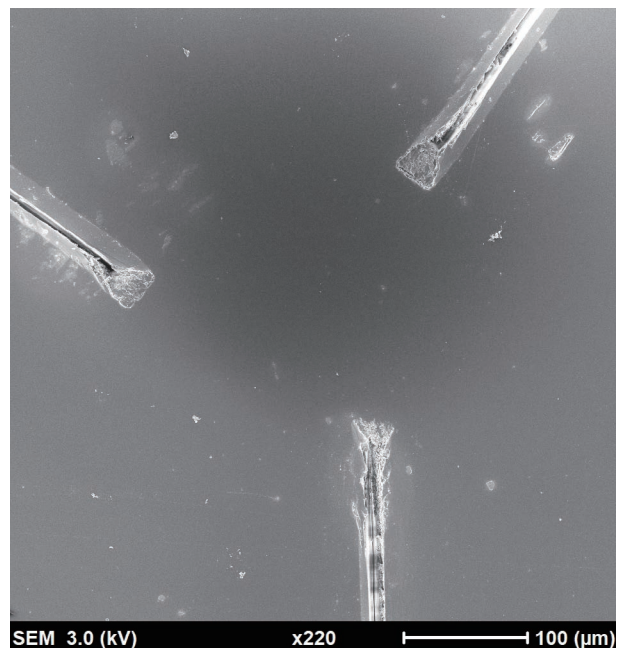

図6 (事例1)SEM観察画像
- (2)SEM表面観察を実施(図6)
- (3)試料に対してイオンビームが垂直に照射されるようにステージ角度を調整
- (4)DMS観察画像とSIM像をリンクさせ、位置合わせ
- (5)塗膜表層を保護するためにカーボンガスを用いてデポジション膜を形成
- (6)異物部にFIB加工枠を設置
- (7)FIB加工:粗加工+仕上げ加工実施